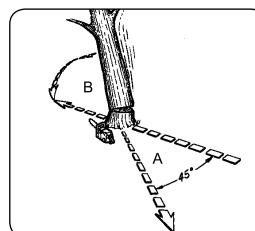

Рис. 11A
**ПРЕДУПРЕЖДЕНИЕ:** Предварительно наметьте себе путь для выхода (A) и расчитите его от возможных препятствий перед тем как приступить к выполнению срезов. Маршрут к отходу должен быть в направлении, обратном направлению предполагаемого падения дерева, как это показано на (Рис. 11A).
**ПРИМЕЧАНИЕ:** Направление падения (B) определяется подрезом. Перед тем как приступить к каким бы то ни было срезам, оцените расположение больших веток, центр тяжести кроны и естественный наклон дерева, чтобы определить направление падения